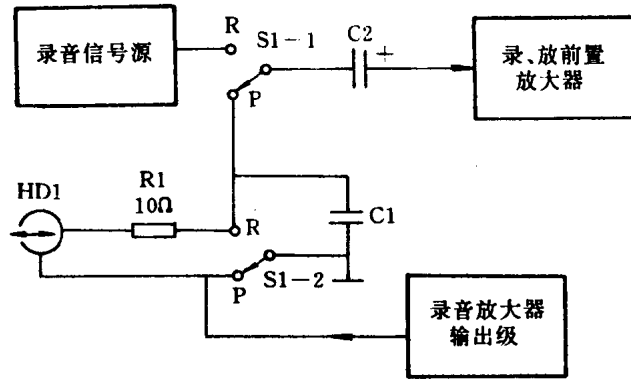

图 1-4 引线不接地式输入电路
(2) 引线不接地式电路 图 1-4 所示电路中的录放磁头两根引线均不直接接地，而是在放音和录音状态时有一根引线通过录放开关来接地。这一电路的工作原理是这样：在放音状态下，录放开关在图示位置上，录放磁头 HD1 的下端引线通过录放开关 S1-2 接地，磁头上端引线输出的放音信号通过偏置测量电阻 R1（该电阻在放音时不起作用）、录放开关 S1-2、输入端耦合电容 C2 加到前置放大器中，完成放音信号的输入。